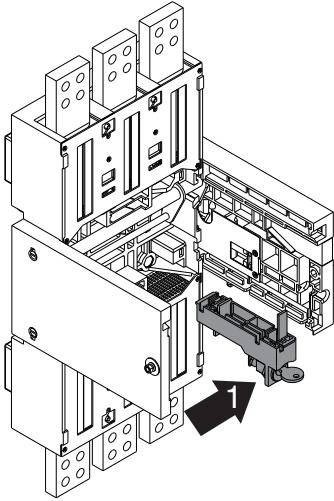

Fig. 9
a) Montare il blocco a chiave, sollevare la parte mobile e inserirla nelle guida della parte fissa come indicato in fig. 9.
a) Assembly the key lock, lift the moving part and fit it into the guides of the fixed part, as shown in fig. 9.
a) Montieren Schlüsselverriegelung, den beweglichen Teil und in die Führungen des festen Teils einschieben, indem er wie in Abb. 9 gezeigt wird.
a) Monté le verrouillage par clé, soulever la partie mobile et l'introduire dans les glissières de la partie fixe comme indiqué dans la figure 9.
a) Montar el bloqueo a llave, elevar la parte móvil e insertarla en las guías de la parte fija como se indica en la fig. 9.